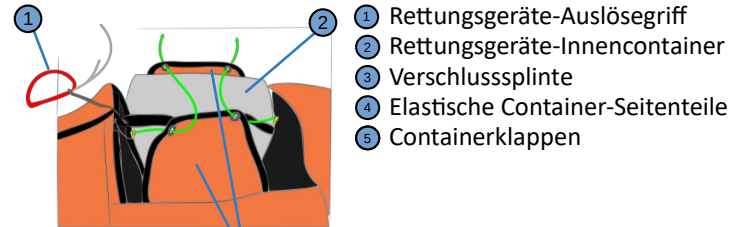

Abbildung 1
5. Verschließe die flexiblen Containerklappen wie abgebildet vorübergehend mit Hilfe eines Kunststoff-Stäbchens oder einer Schnur. (Abbildung 1) Führe dabei die an den elastischen Seitenteilen angenähten Schlaufen zuerst durch die Ösen der unteren und dann durch die der oberen Containerklappe.